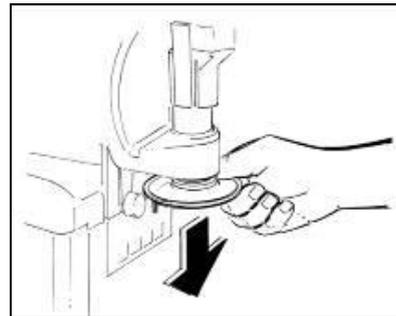

Abb. 6
- Das Zubehör einfügen, um dem dosierten Produkt die klassische Sternform zu verleihen (Abb.6).